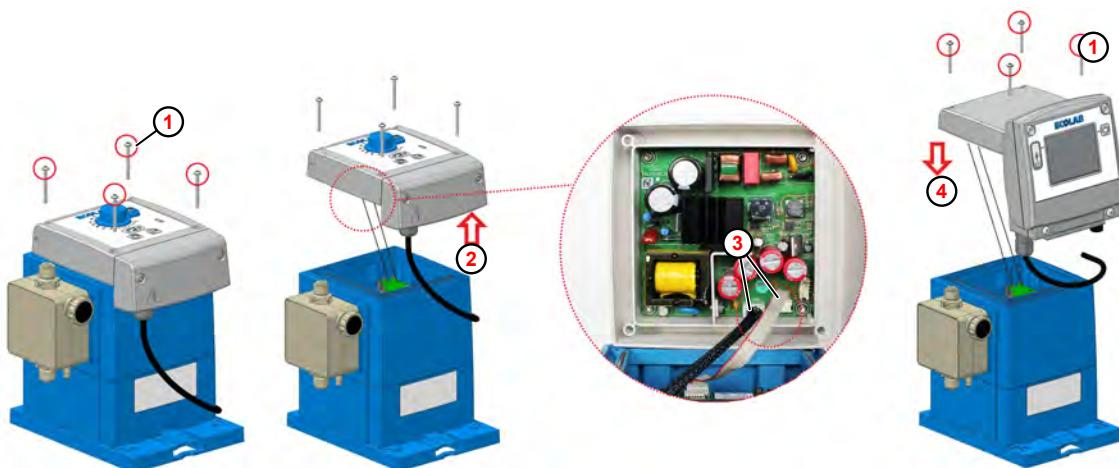

Fig. 33: Actualización a EcoAdd
- ① Tornillo de fijación
- ② Extraer la unidad de control
- ③ Conector
- ④ Colocar la unidad de control
1. Aflojar los tornillos de fijación (Fig. 33 , ①) de la unidad de control **EcoUp** con una llave Torx (TX25).